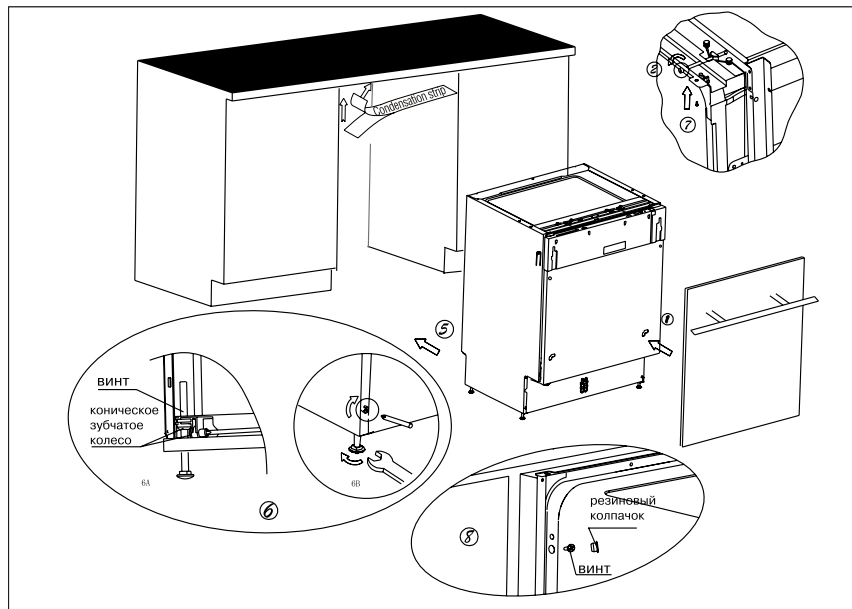

Рис. 7. Последовательность установки посудомоечной машины
1. Используя скобы, прикрепите декоративную дверцу от вашей мебели к дверце машины (см. п. 1 на рис. 7).
стрелки для того, чтобы ослабить пружины дверцы. Невыполнение данной операции может привести к повреждению посудомоечной машины (см. п. 2 на рис. 7).
6. Поместите посудомоечную машину на направляющие (см. п.4 на рис. 7).
9. Выровняйте машину. Задние ножки можно регулировать винтами, расположенными спереди (см. п. 6а на рис. 7). С помощью ключа отрегулируйте передние ножки (см.п. 6в на рис. 7).
А. Если у Вас столешница из дерева или ДСП, прикрутите машину к ней шурупами по дереву, будьте осторожны, вес машины может вырвать шурупы из дерева (см. п. 7 на рис. 7).
В. Если у Вас мраморная или гранитная столешница используйте скобы, чтобы прикрепить машину к стенам соседней мебели, при этом необходимо закрыть винты резиновыми шляпками, чтобы не повредить столешницу (см. п. 8 на рис. 7).